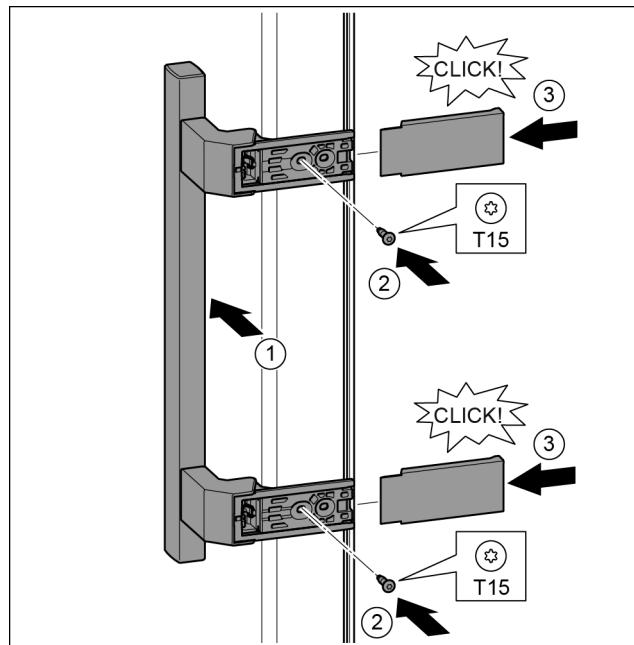

Fig. 34
- Встановіть ручку з протилежного боку. Fig. 34 (1)
- Закрутіть гвинти за допомогою викрутки T15. Fig. 34 (2)
- Встановіть кришки з боків та вставте їх. Fig. 34 (3)